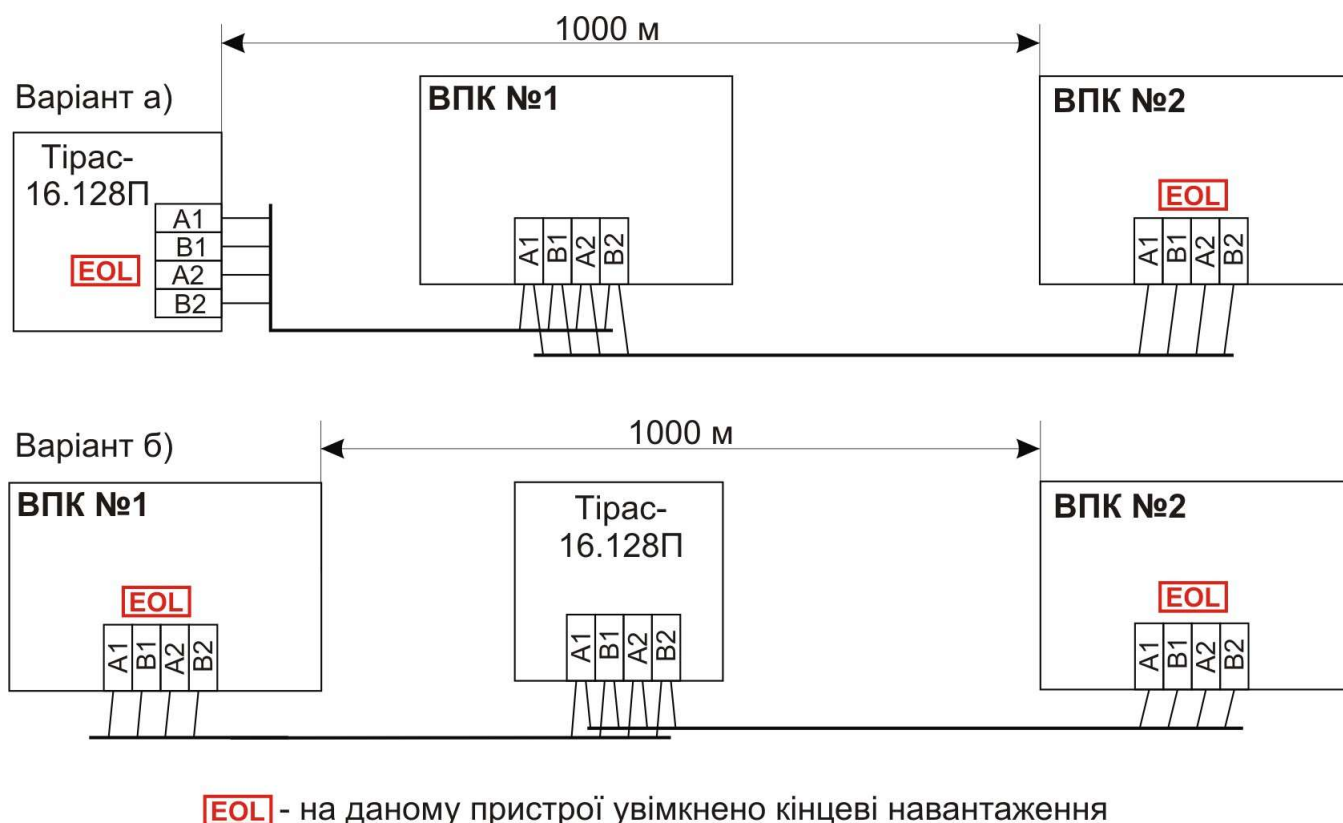

Рисунок 7.9 -Схеми підключення ВПК
- Встановити резистори EOL (180 Ом) на обох кінцях лінії (рис. 7.9).